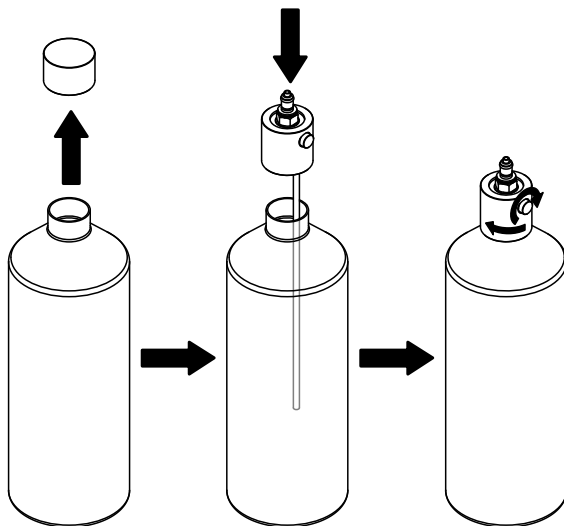

Fig. 19: Visser le couvercle spécial
- d. Enlevez le couvercle normal de la bouteille et vissez le couvercle spécial à fermeture rapide (voir Fig. 19). Assurez-vous que le couvercle est bien serré et non coincé sur la bouteille et que la vis moletée en argent, placée sur le côté du couvercle spécial, est bien serrée.